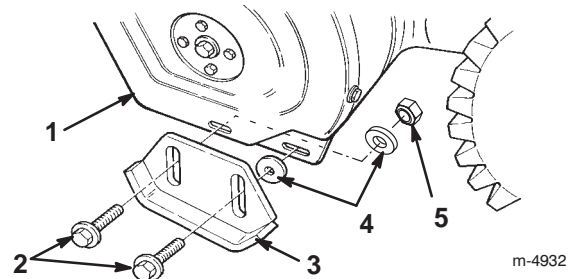

Bild 10
3. Entfernen Sie die beiden Bundbolzen und Flachscheiben, mit denen die Enden der Schürfleiste an den Seitenplatten befestigt sind (Bild 10).
5. Bringen Sie eine Scheibe **zwischen jeder Kufe und der Seitenplatte** an (Bild 10). Ziehen Sie die Bolzen nicht fest.
7. Bringen Sie eine Scheibe und eine Sicherungsmutter **hinter der Seitenplatte (an der Innenseite) an** (Bild 10). Ziehen Sie die Bolzen nicht fest.